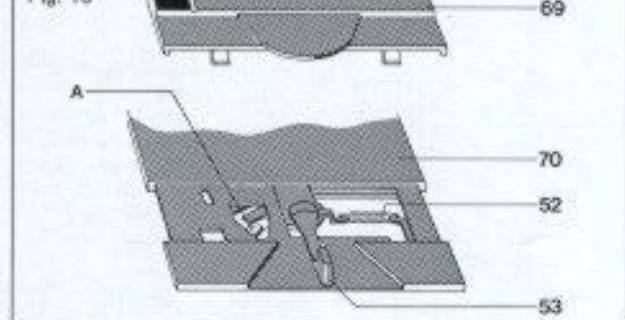

Fig. 17
Bei auf der Stütze befindlichem Tonarm kann mit dem Exzenter (B) der Abstellpunkt (Abstellbereich $\phi 116 - 122$ mm) verändert werden. Der Exzenter ist durch die in der hinteren Abdeckung befindlichen Bohrung erreichbar. Schaltet das Gerät zu früh oder nicht ab, so ist der Exzenter (B) entsprechend nach rechts oder links zu drehen (Fig. 17).